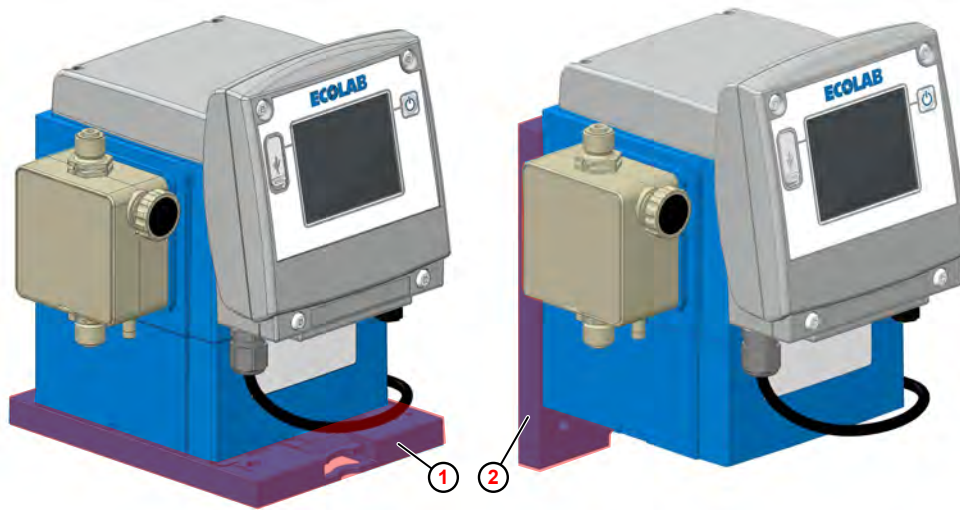

Fig. 13 : Montage sur table et montage mural
① Montage sur table
② Montage mural
La pompe peut être montée aussi bien debout (par exemple sur une console ou sur le réservoir de produit à doser) (Fig. 13 , ①) que suspendue sur un mur ② à l'aide de la plaque de montage.